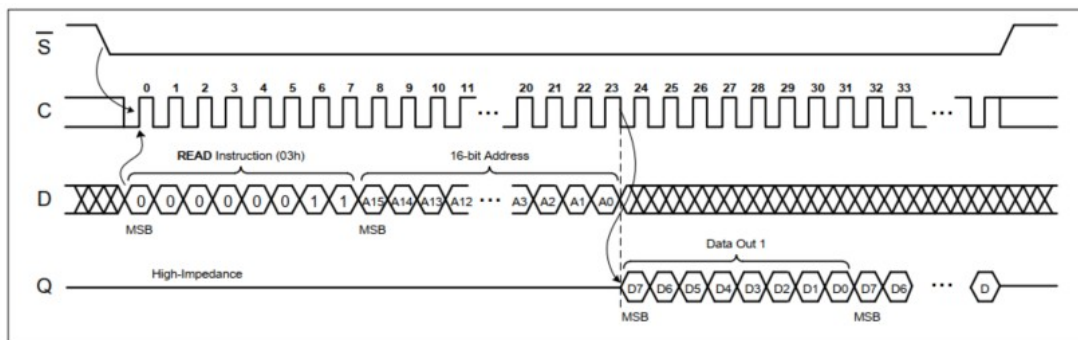

图 4-5 从内存阵列读取
读取 AST25C128S 内存阵列是通过从内存阵列读取 (Read) 指令实现的。为了发送读取指令，芯片选择信号首先被驱动为低电平；然后，指令字节 (03h) 和两个地址字节的位在串行数据输入 (D) 上移入。对于 128 Kbit 内存阵列，地址位 A13:A0 是有效地址位，A15:A14 是不关心位。地址加载到内部地址计数器中，地址处的数据字节在串行数据输出 (Q) 时移出。如果芯片选择继续处于低位，地址计数器将自动递增，新地址的数据字节将移出 (见图 4-5)。当达到最高地址时，地址计数器将滚动到最低地址，允许继续读取循环。因此，可以使用单个读取指令读取整个内存。